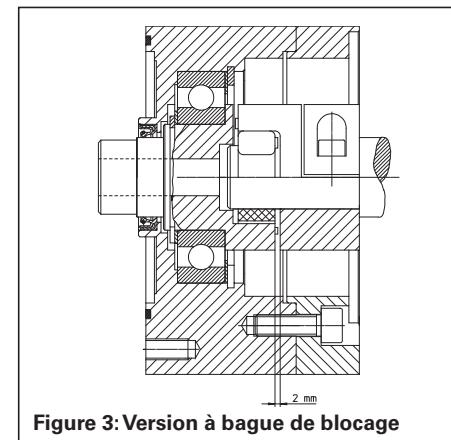

Figure 3: Version à bague de blocage
- Mesurer la position axiale du moyeu, respecter un écart de 2 mm (figure 3).